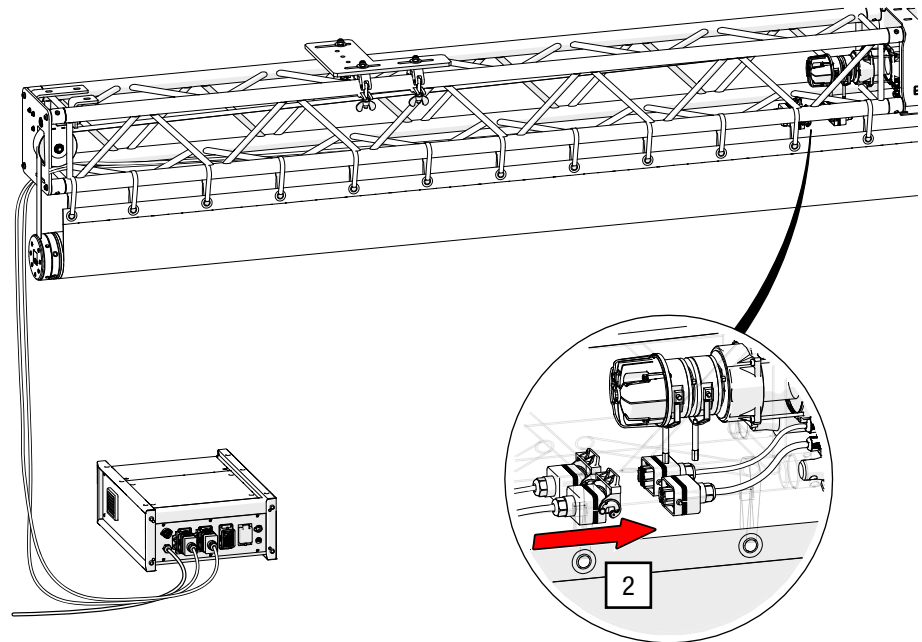

Abb. 29: Strom- und Steuerkabel an Rollbildleinwand anschließen
2. Schließen Sie die im Vorfeld an der Steuerung angeschlossene Steuerkabel sowie Stromkabel an der Rollbildleinwand an den Anschlüssen 1XXM1 sowie 1XSM2 der Steuerung an (siehe Abb. 29).